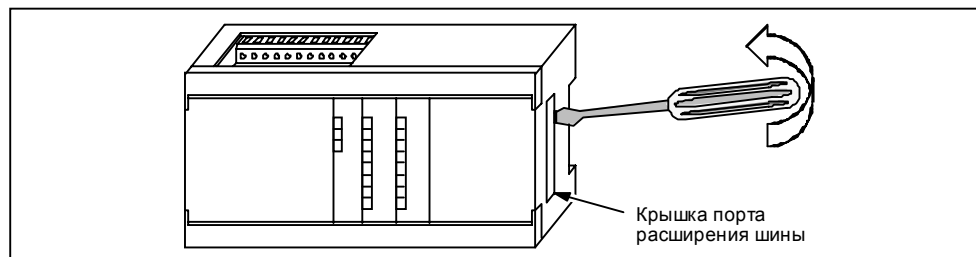

Рис. 2-9. Удаление крышки порта расширения шины на CPU S7-200
1. Удалите из корпуса модуля расширения крышку порта расширения шины. Для этого введите отвертку в щель между крышкой и корпусом и осторожно поднимайте ее вверх, как рычаг. При этом обратите внимание на то, чтобы были удалены все пластмассовые обломки и не был поврежден корпус. На рис. 2-9 показано, как нужно подводить отвертку.